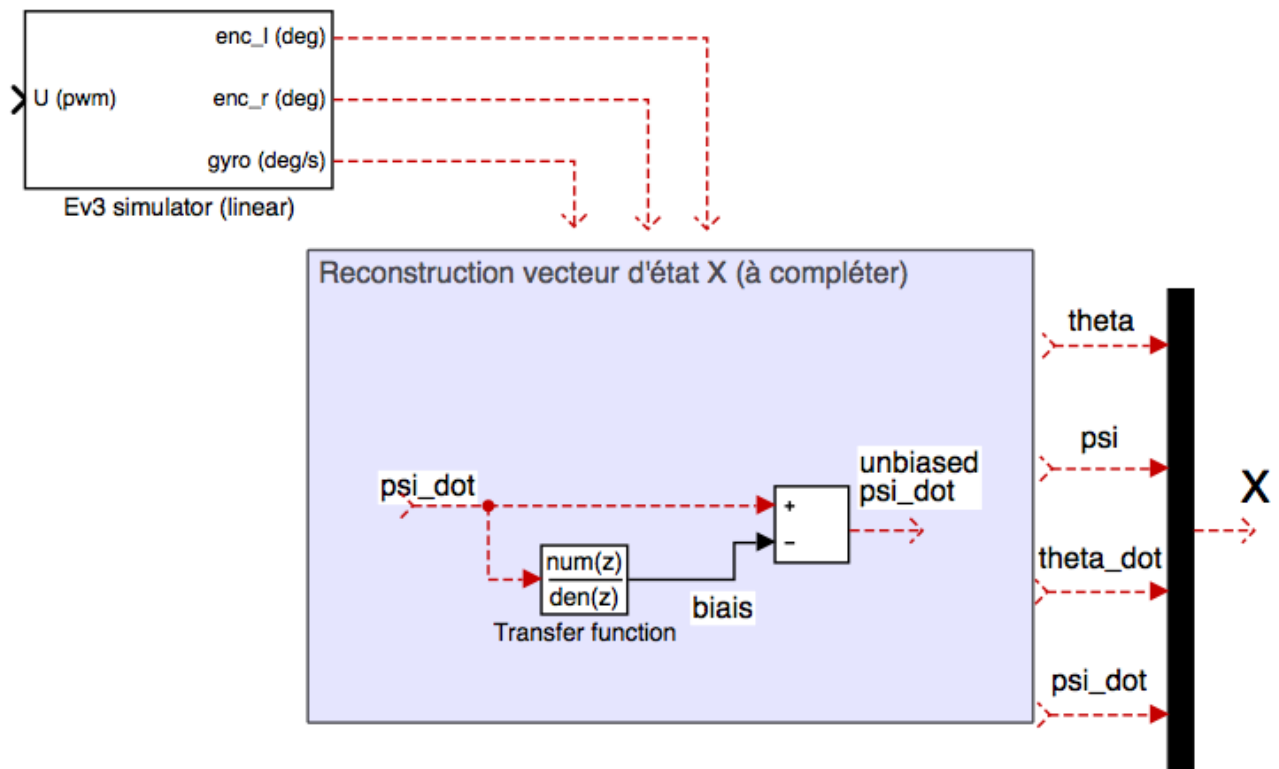

FIGURE 6 – Schéma bloc de la reconstruction de l'état X et estimation d'une vitesse angulaire $\dot{\psi}$ non biaisée pour l'intégration
Il faut donc commencer par reconstruire le vecteur d'état $\begin{bmatrix} \theta & \psi & \dot{\theta} & \dot{\psi} \end{bmatrix}^T$ dans les bonnes unités, à partir des données fournies par les 2 seuls capteurs disponibles (figure 6).
2. Pour reconstruire l'angle ψ , on n'utilisera pas directement la mesure de $\dot{\psi}$ car celle-ci peut contenir un faible biais constant (offset) dû à la technologie du capteur. L'intégration directe du signal avec un biais constant ne peut que diverger. On se propose donc d'estimer ce biais par un filtrage et de le soustraire à la mesure de $\dot{\psi}$ issue du gyroscope pour estimer une valeur non biaisée (voir figure 6).
- Ayant désormais reconstruit à partir des capteurs disponibles le vecteur d'état X (figure 6), stabiliser le système en ajoutant le gain du retour d'état. Valider par la simulation et l'observation de l'évolution des états.